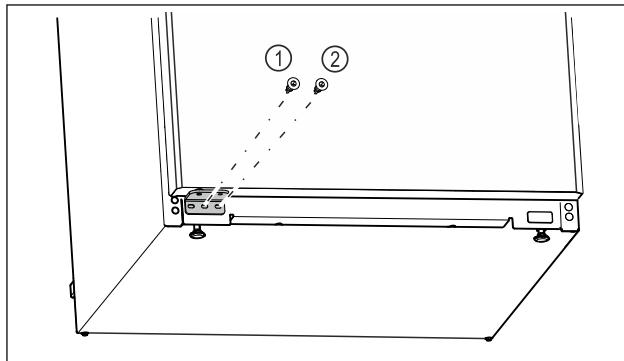

Fig. 21
- Zaskrutkujte strednú skrutku ložiskovej konzoly Fig. 21 (1) skrutkovačom Torx 20.
- Zaskrutkujte vnútornú skrutku ložiskovej konzoly Fig. 21 (2) skrutkovačom Torx 20.